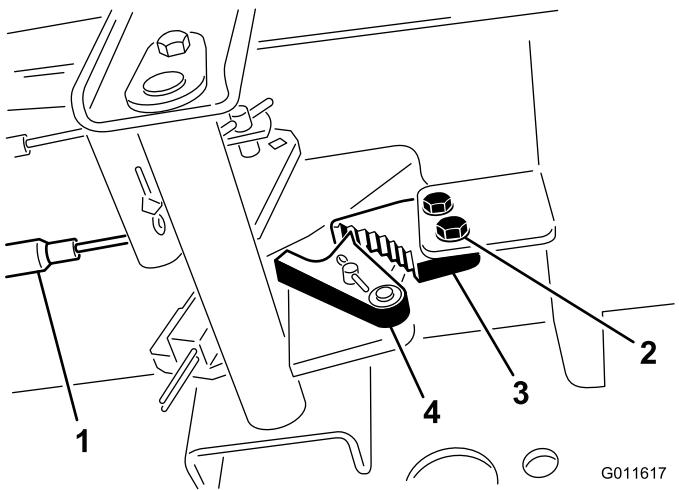

Figura 53
2. Carregue no pedal do travão para a frente até o detentor do travão engatar completamente na lingueta do travão (Figura 53).
1. Solte os 2 parafusos que prendem a lingueta do travão de mão à estrutura (Figura 53).